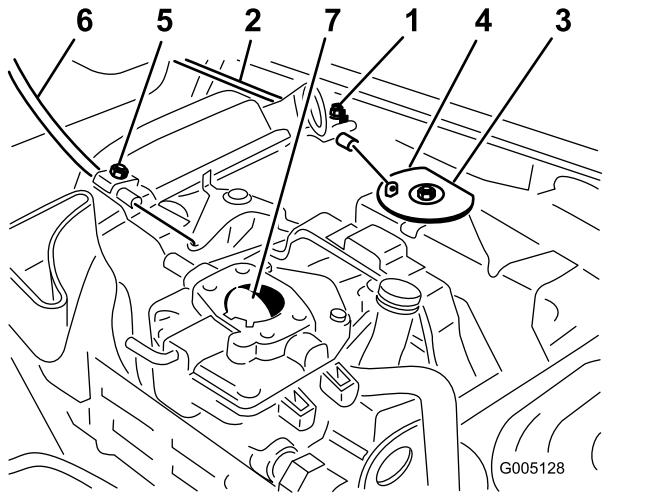

図 47
- スロットルケーブルをエンジンに固定しているクランプのネジをゆるめる(図 47)。
- スロットルケーブルを十分に引いて、スイベルの後部をストップに接触させる(図 47)。
- チョークケーブルを十分に引いてチョークを完全に閉じ、その位置でクランプのネジを締める(図 47)。